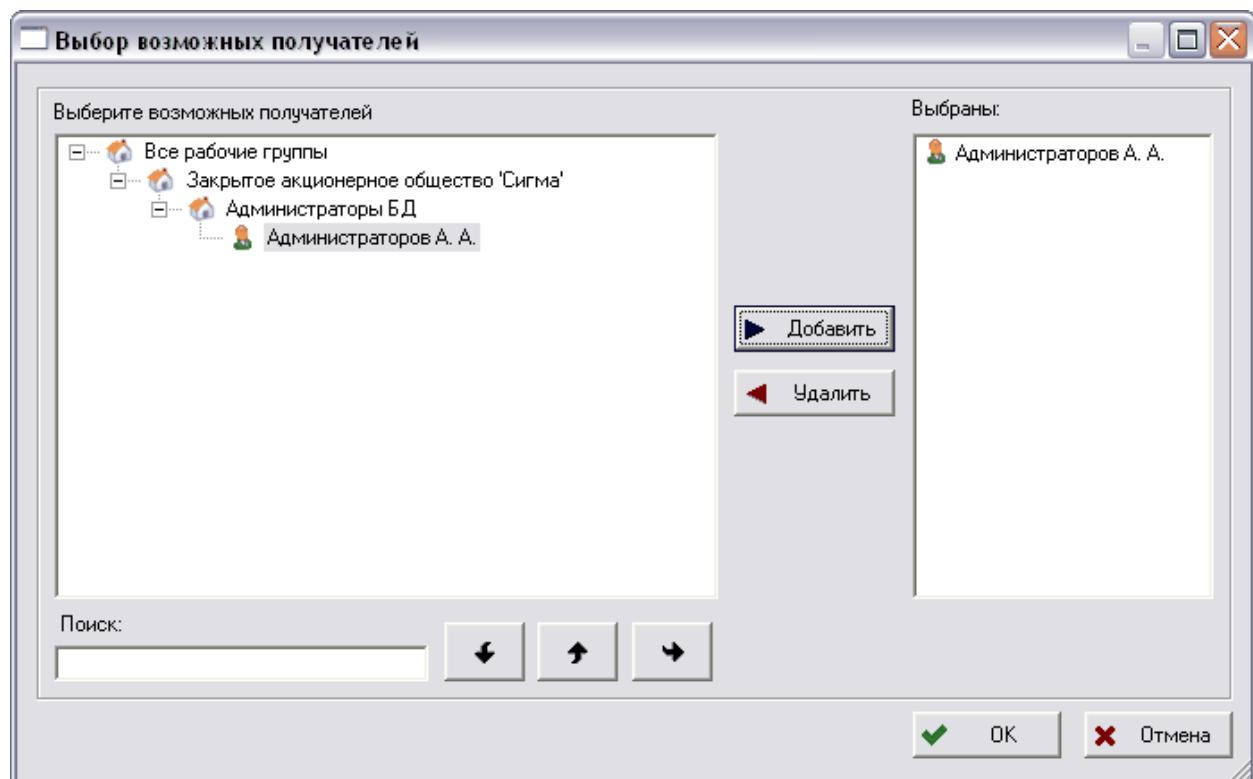

Рис. 47. Выбор возможных получателей
5. Аналогично установите и получателя. Также получателя можно установить, нажав на кнопку **Возможные получатели**, после этого появится окно выбора возможных получателей (Рис. 47). Для добавления сотрудника к получателям выберите его и нажмите на кнопку  **Добавить**. Для удаления из списка - на кнопку  **Удалить** (Рис. 47).